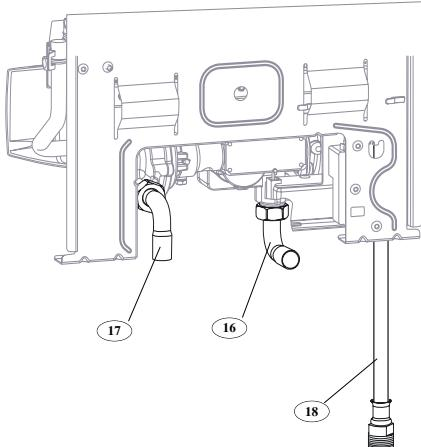

Рис. 7
Подключение природного газа (рис. 7):
Подключение газа бутана - пропана (рис. 7):
Подключение холодной воды (рис. 7):
Подключение горячей воды с помощью дюритового шланга, 18 (рис. 7), установленного на аппарате.
- Закройте кран подачи холодной воды (17) (рис. 7).